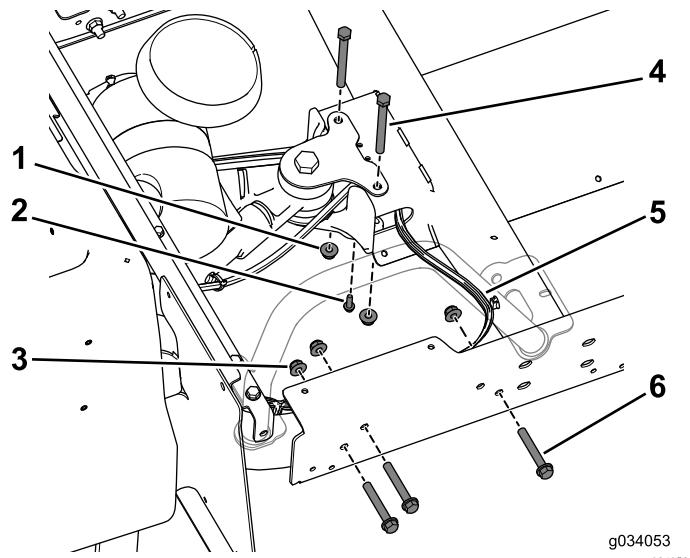

Figure 28
arrière (Figure 28). Procédez de même des deux côtés de la machine.
Remarque: Vérifiez que le faisceau de câblage sort bien du côté droit du profilé central (Figure 28).
9. Avec la vis autotaraudeuse (1/4" x 3/4"), fixez le raccord en T de la conduite de frein au profilé central (Figure 28).
10. Avec les 2 boulons (3/8" x 3 1/4") et écrous à embase, fixez légèrement le profilé central au support arrière (Figure 28).